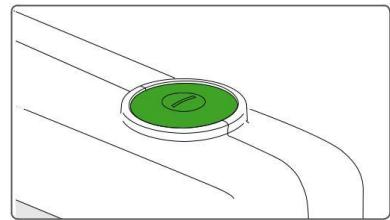

Figure 24. Bouton d'allumage « MARCHE/ARRÊT »
1. Appuyez sur « MARCHE/ARRÊT » pour allumer l'appareil. Voir Figure 24.